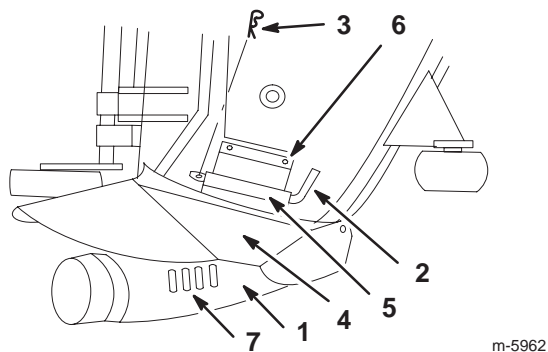

Figure 14
6. Posez le support de gaine avec 2 boulons (1/4 x 1/2") et 2 écrous à collerette (1/4") (Fig. 14).
3. Relevez complètement le déflecteur d'herbe. Cela supprime toute gêne de la gaine (Fig. 14).
4. Alignez la gaine avec son support (Fig. 14).
5. Insérez l'axe dans la gaine et son support, et bloquez-la en position avec une goupille fendue (Fig. 14).